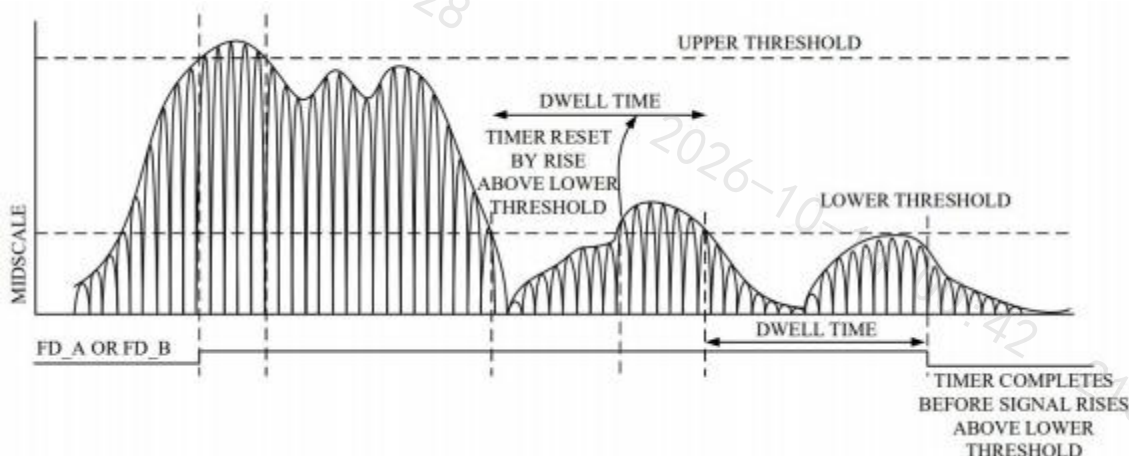

图 39. FD_A 和 FD_B 信号的阈值设置
只要输入信号的绝对值超过可编程阈值上限，寄存器 0x0040 中的快速检测 (FD) 位就会立即置高。仅当输入信号的绝对值低于下限阈值且持续时间大于可编程驻留时间时，FD 位才会被置低。此功能提供迟滞，并防止 FD 位过度切换。上阈值寄存器，下阈值寄存器和驻留时间寄存器的工作原理如图 39 所示。